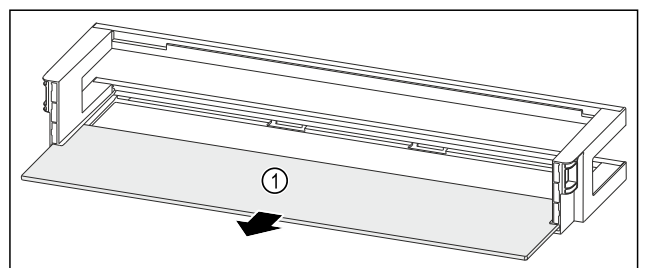

Fig. 201 Türabsteller mit Abstellfläche
- ▶ Abstellfläche Fig. 201 (1) entnehmen.